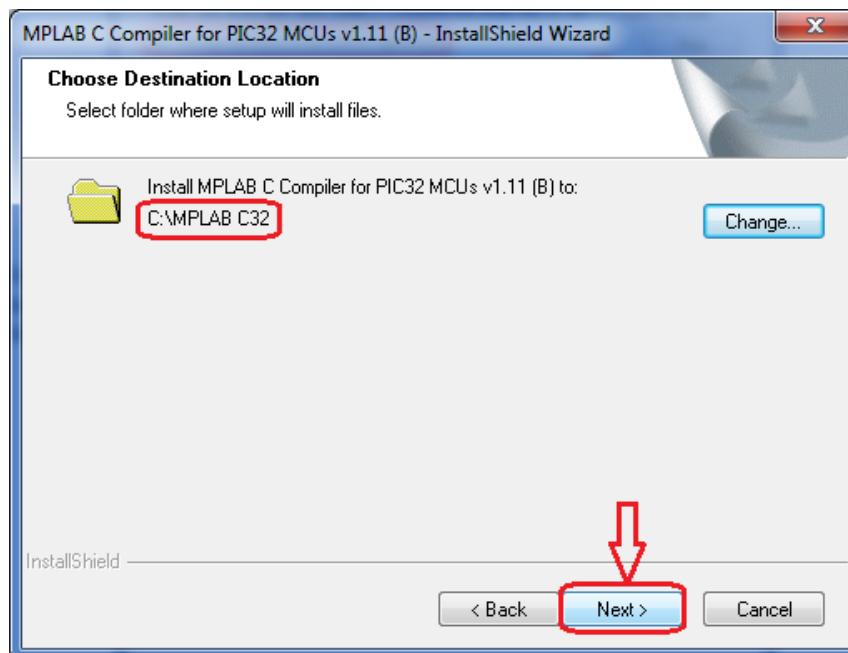

Figura 3.20 - Escolha do diretório onde será instalado o C32.
- 4) No próximo passo deve-se escolher o diretório onde o compilador C32 será instalado. É muito importante que o diretório seja C:\MPLAB C32. Mude o caminho padrão presente na instalação para o C:\ MPLAB C32. Isso evita erros e padroniza a instalação. Clique em "Next" (ver Figura 3.20).